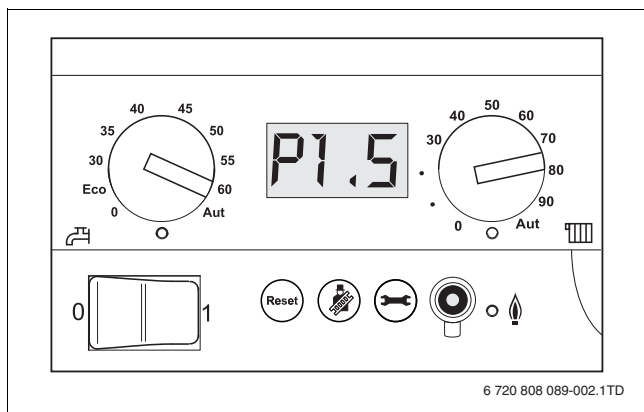

Fig. 10 Indicação da pressão
- ▶ Abrir a torneira de água com cuidado e encher lentamente a instalação de aquecimento. Ter em atenção a indicação da pressão para o circuito de aquecimento. Ler a pressão no painel de comando (→ fig. 10).
- ▶ Voltar a ler a pressão operacional no visor da unidade de comando (→ fig. 10, página 10). Se a pressão se encontrar abaixo de 1,0 bar, a instalação de aquecimento tem de ser reabastecida como é descrito em cima.